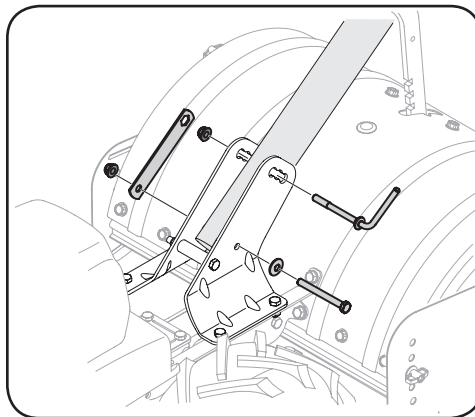

Figure 3-1
3. Installez la manivelle dans le trou supérieur du support de montage, à partir du côté gauche de la poignée. Fixez la manivelle à l'aide de l'écrou autobloquant à bride retiré à l'étape précédente. Fixez l'autre extrémité de la plaque de retenue sur l'écrou autobloquant à bride. Voir Figure 3-1.